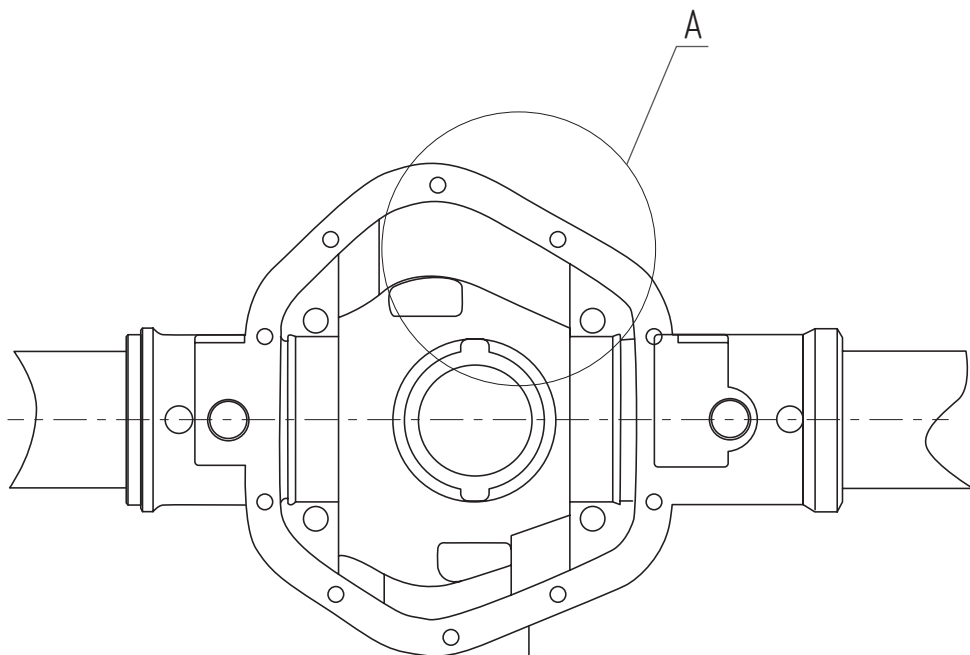
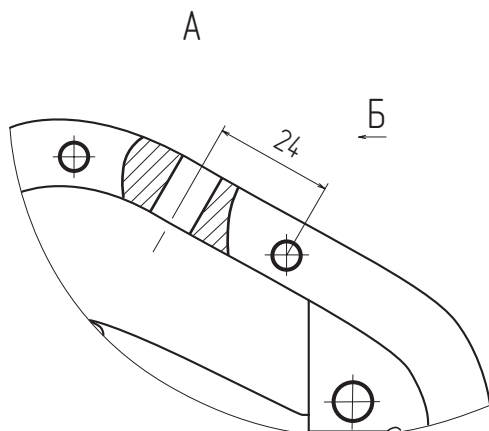
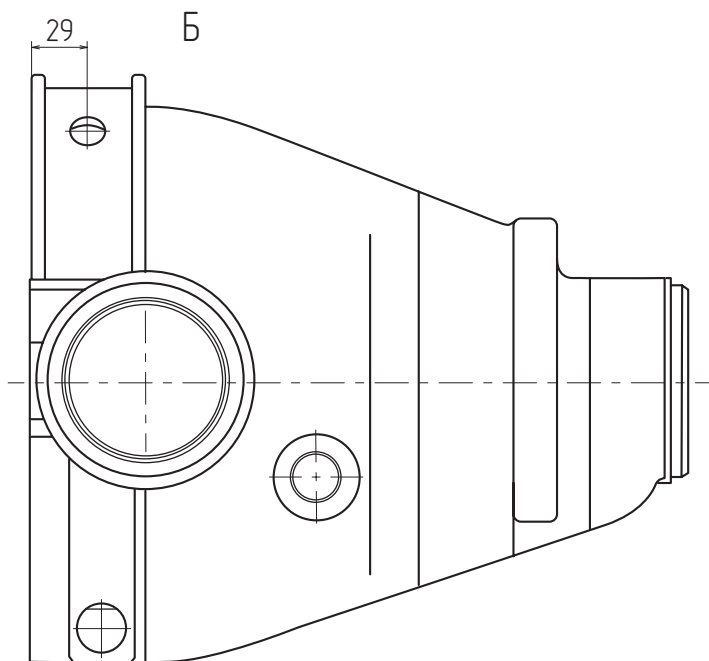

Рис. 2
Рис. 3
Рис. 4
1. Просверлите сквозное отверстие диаметром 13 мм в картере моста (**Рис. 2**). Определите место сверления отверстия  $\varnothing 13$  мм (**Рис. 3** и **Рис. 4**).